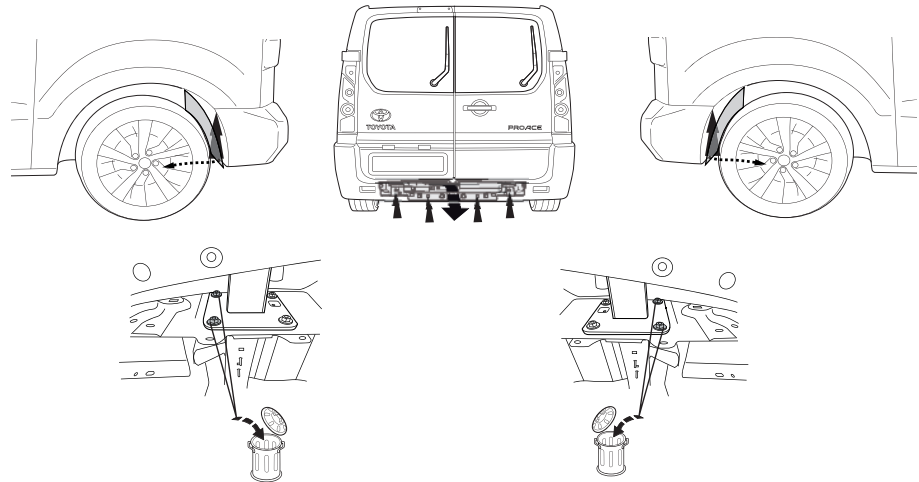

Fig. 1
1. Снять указанные детали. См. рисунок 1; 1а, 1б.